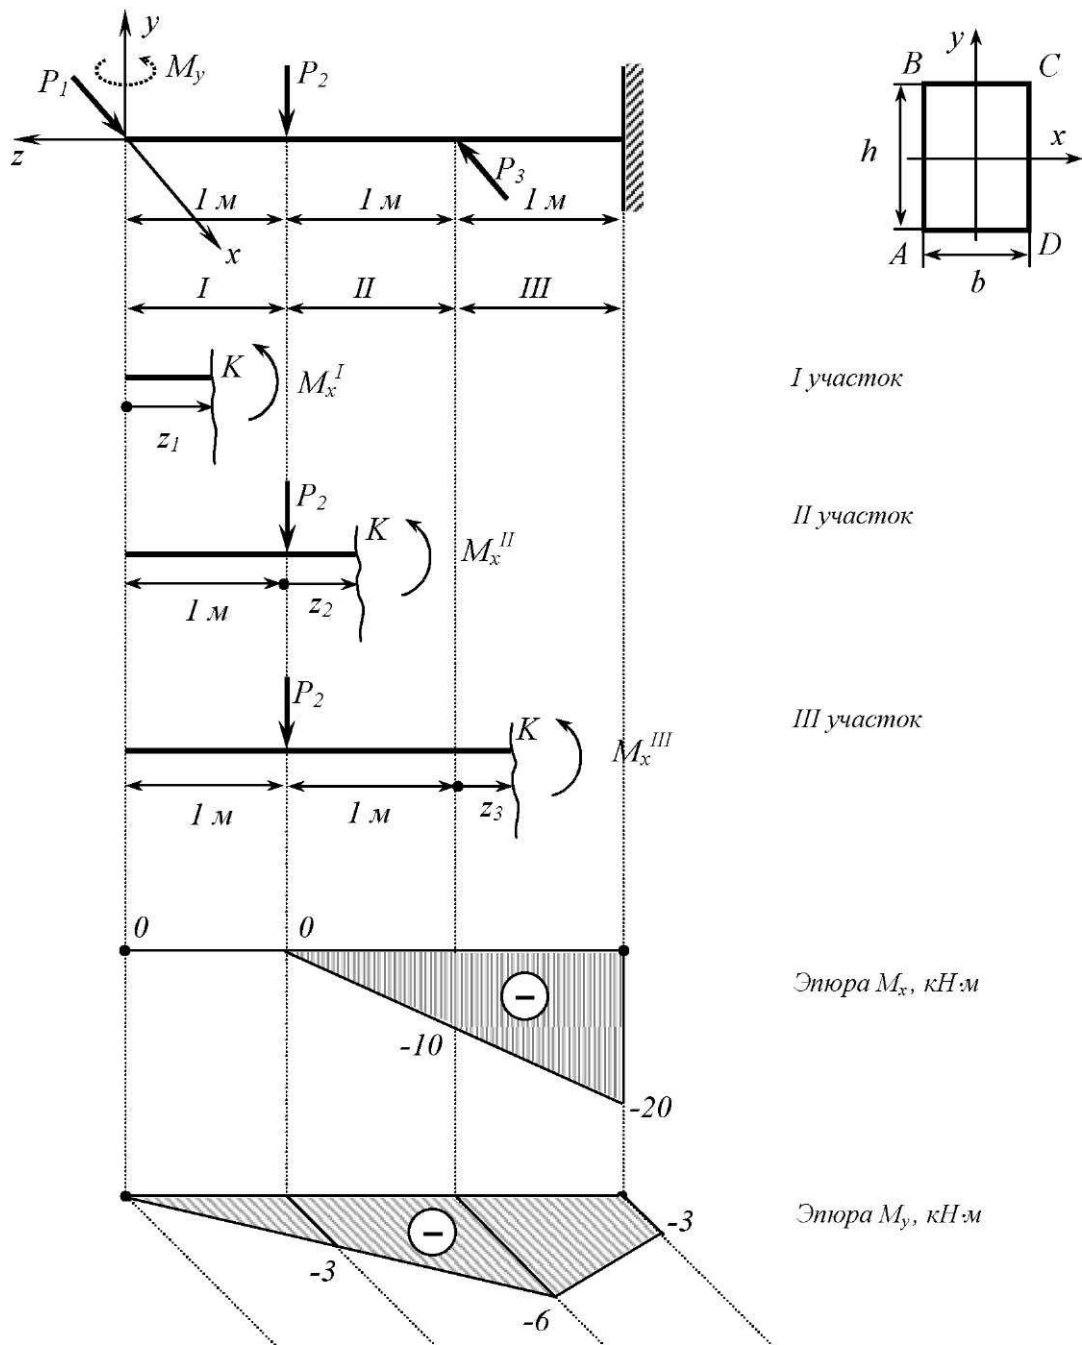

Рис. 4
Для балки с постоянным прямоугольным поперечным сечением (рис. 4) построить эпюры изгибающих моментов  $M_x$  и  $M_y$ .
Проводим произвольное сечение. Отбрасываем правую часть балки вместе с заделкой. Рассматриваем моменты всех сил, приложенных к оставленной левой части балки. Заменяем действие отброшенной (правой) части внутренним изгибающим моментом  $M_x$ , считая его положительным (последовательность рассуждений отображена на рис. 4).
2. **Построим эпюру для изгибающего момента  $M_y$ .** Для этого рассмотрим только все горизонтальные силы на балке, то есть те, которые стремятся совершить деформацию изгиба относительно оси  $y$ . (В горизонтальной плоскости, то есть в плоскости, перпендикулярной чертежу.) Изгибающий момент  $M_y$ , так же, как и момент  $M_x$ , справа от сечения считаем положительным (см. рис. 4). (Последовательность рассуждений аналогична той, что использовалась для построения эпюры  $M_x$ , и на схеме не отображена.)
Значения изгибающих моментов в заделке определяем по эпюрам (рис. 4):